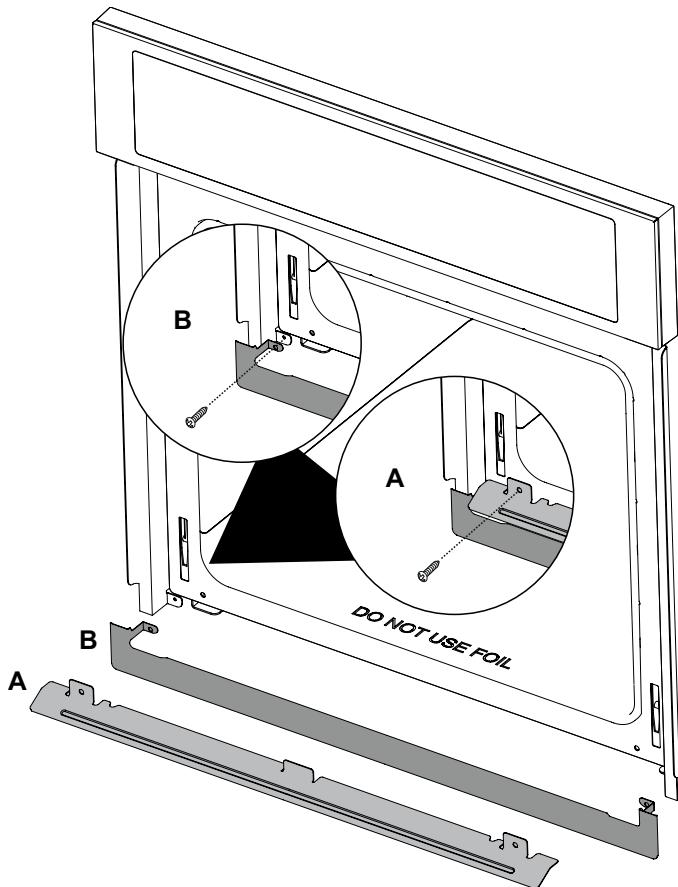

Figure 8: Garniture inférieure
- A. Placez l'inverseur de circulation d'air (A) comme illustré à la figure 8. Alignez les emplacements des vis et fixez les deux extrémités.
- B. Placez la garniture de couleur assortie (B) comme indiqué. Alignez les emplacements des vis et fixez les deux extrémités.